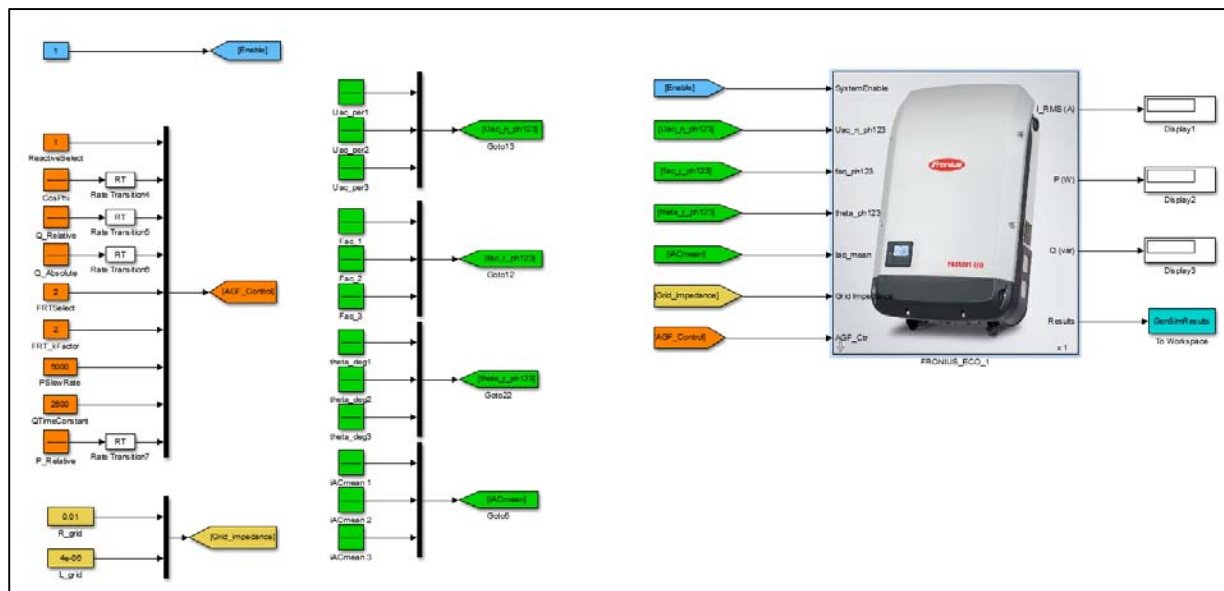

Abbildung 3-1 - Modellübersicht, Simulink
- Die orange hinterlegten Größen (in AGF_Control zusammengefasst) beinhalten die Parameter zur Fahrweise des Wechselrichters, wie z.B. P, Q, $\cos \varphi$, k-Faktor etc, siehe Abbildung 3-1. Die grün hinterlegten Größen stellen die für den WR notwendigen Eingangsgrößen wie Spannung, f und Phasenverschiebung der Spannung dar.